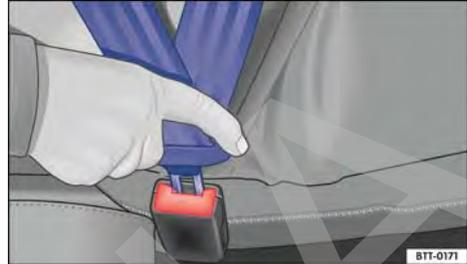

Fig. 31 Introducir la pestaña de encastre del cinturón de seguridad en el cierre del cinturón.
- Inserte la lengüeta del cinturón con fuerza en el cierre del cinturón de seguridad correspondiente al asiento → fig. 31.